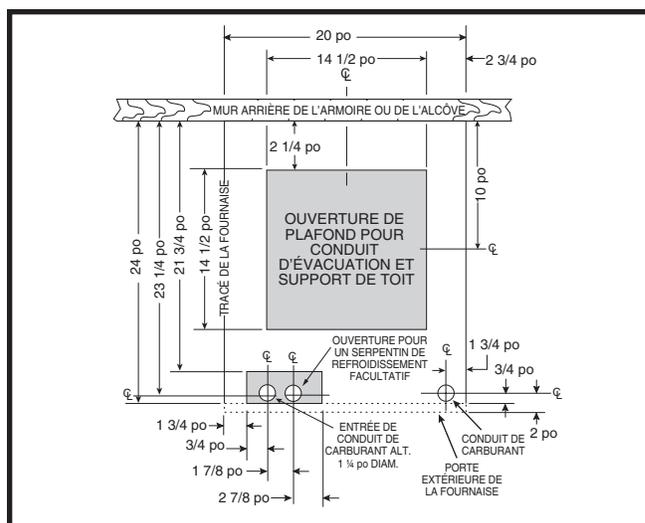
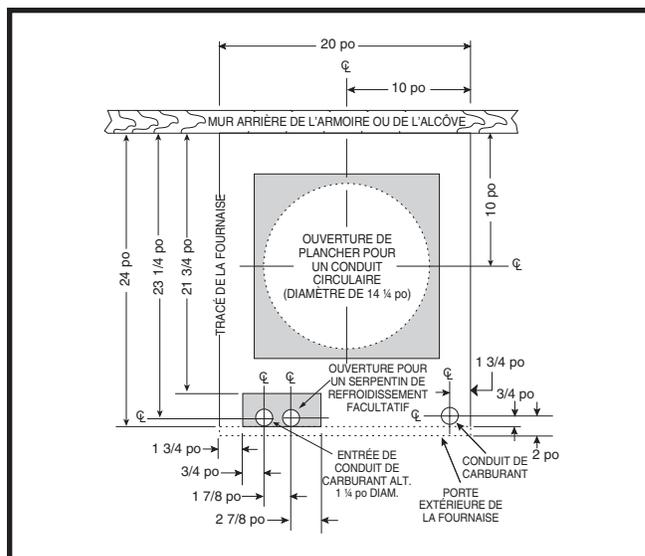

Figure 6. Dimensions du trou pour les raccords de conduits standard
Figure 7. Dimensions du trou pour les raccords de conduits circulaires
Les ouvertures dans le plancher et dans le conduit de carburant doivent être positionnées soigneusement pour prévenir les erreurs d'alignement entre la fournaie et les conduits d'aération. Pour positionner les conduits standard, consultez la Figure 6. Pour les conduits circulaires, consultez la Figure 7.
2. En utilisant la ligne centrale comme point de départ, tracez le reste du trou pour les conduits en fonction des dimensions montrées dans la Figure 6 ou la Figure 7.
- Mesurez et percez un trou de gaz et une ouverture pour le serpentín de refroidissement (s'il y a lieu). Consultez la Figure 6 ou Figure 7.